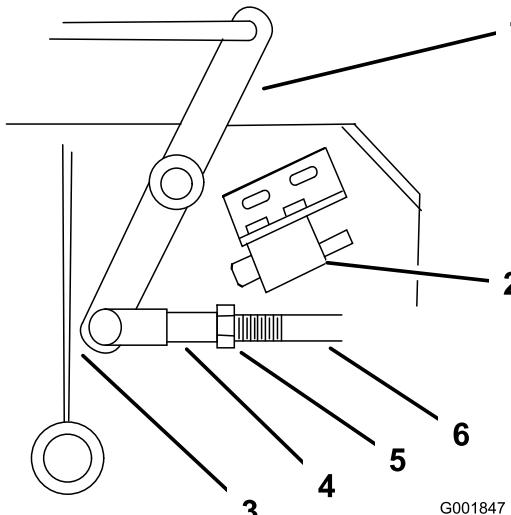

Bild 47
- 4. Stellen Sie die Länge des Gestänges so ein, dass das untere Ende des Kippschalters die Achsenstützverstärkung gerade nicht berührt (Bild 47).
9. Lösen Sie die Mutter am Bügel (Bild 47).